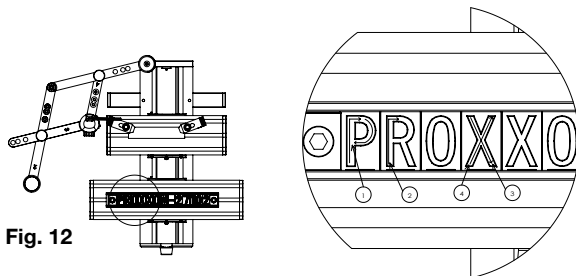

Fig. 12
5. Operation für jede Ziffer und Buchstaben wiederholen, siehe Fig. 12: Hier ist beispielsweise nach Bewegung 1 der Arm anzuheben, nach Bewegung 2, usw., usw.